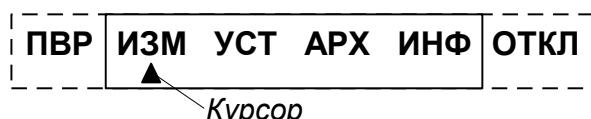

Рис.1. Основное меню.
- 1.1.3. В режиме РАБОТА при перерыве в работе с клавиатурой более 60 с индикация на дисплее ЖКИ отключается. Для включения индикации достаточно нажать любую кнопку на клавиатуре. При этом на дисплее индицируется основное меню (рис. 1):